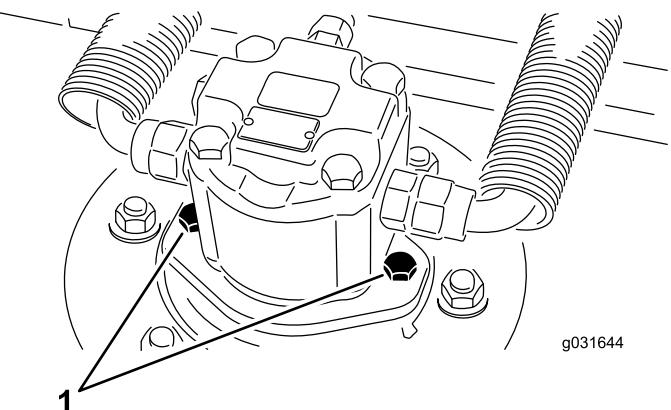

Bild 69
2. Entfernen Sie die Befestigungsschrauben des Hydraulikmotors, klemmen Sie den Hydraulikmotor vom Mähwerk ab und entfernen Sie ihn (Bild 69).
4. Bringen Sie mithilfe der Befestigungsschrauben des Hydraulikmotors den Hydraulikmotor am Mähwerk an (**Bild 69**).